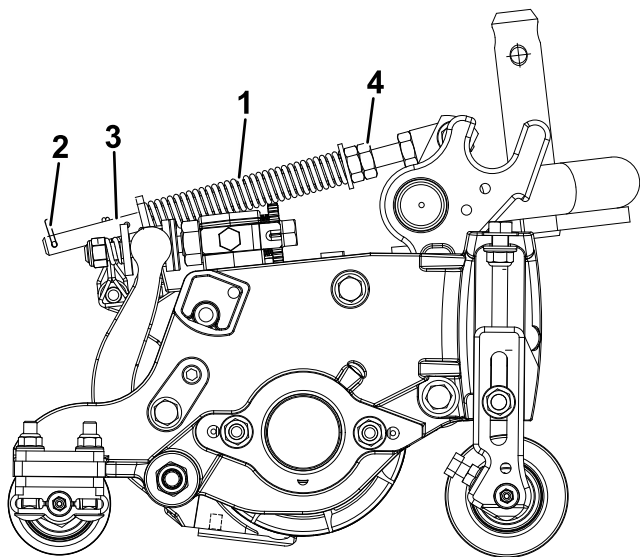

Рисунок 12
Пружина компенсации состояния грунта (Рисунок 12) переносит вес с переднего на задний каток. Это препятствует образованию на грунте волнообразных неровностей (так называемые «волны» или «трясучка»).
1. Убедитесь в том, что шплинт вставлен в заднее отверстие штока пружины (Рисунок 12).
- Затяните шестигранные гайки на переднем конце штока пружины таким образом, чтобы длина сжатой пружины (Рисунок 12) равнялась 12,7 см.